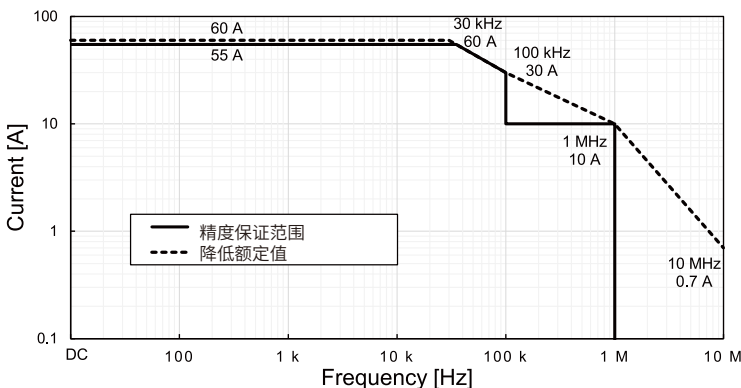

图1: 频率额定值降低 (0°C ~ 40°C 环境下)
最大输入电流	额定值降低范围以内 (请参照图1的图形) 如果为20 ms以内, 则容许最大±200 A peak (设计值)
- 在图1的额定值降低图的精度保证范围内规定振幅精度与相位精度。DC < f < 10 Hz 为设计值。